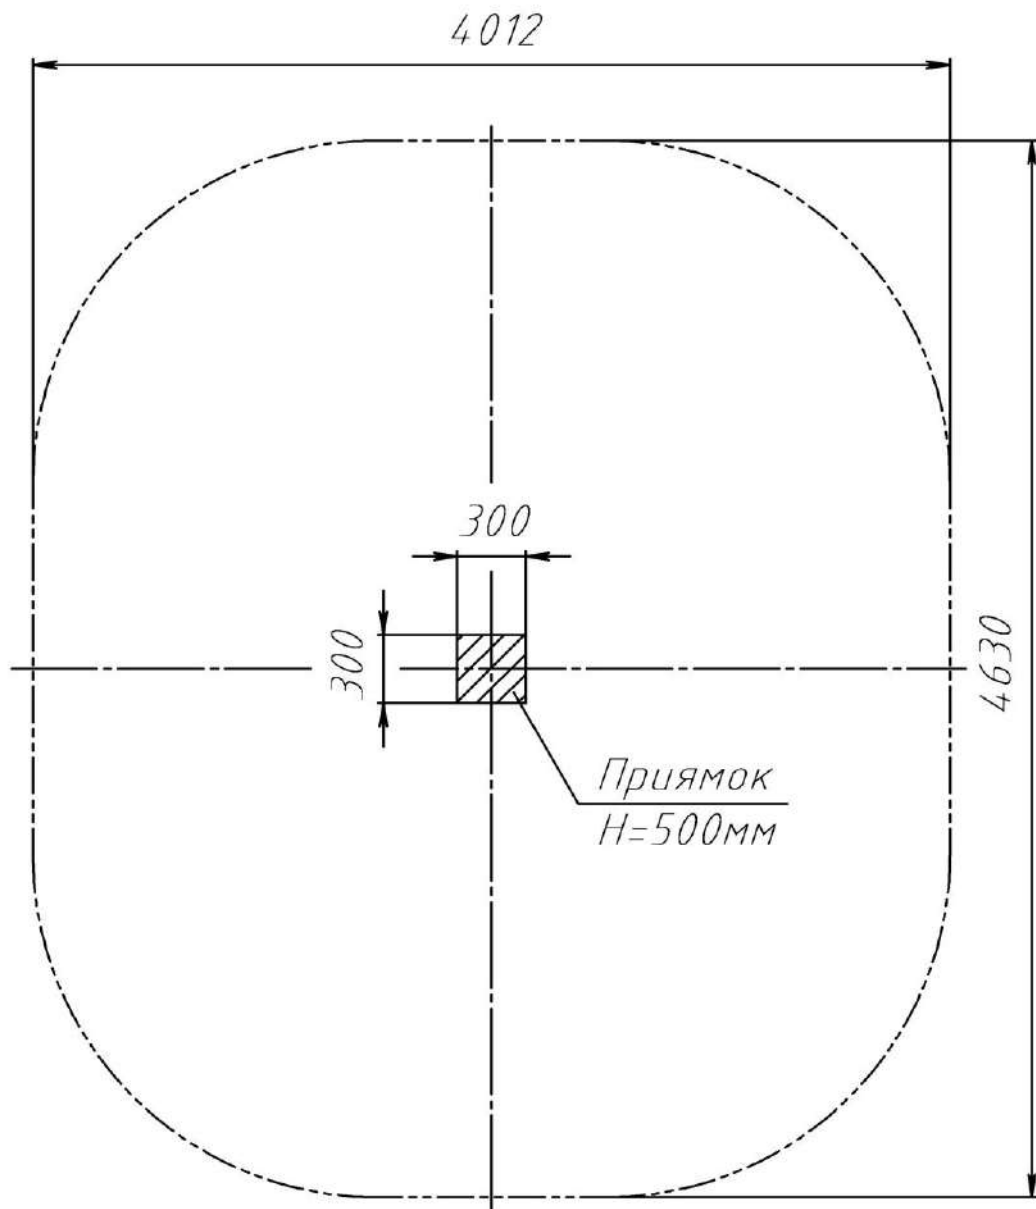

Рис.3 План фундаментного прямка тренажера РТР 512Т
3.6. Монтаж тренажера заключается в бетонировании фундаментного блока **4** и закреплении на нем рамы **1**. Фундаментный приямок выполнить в соответствии с планом фундамента (рис. 3).